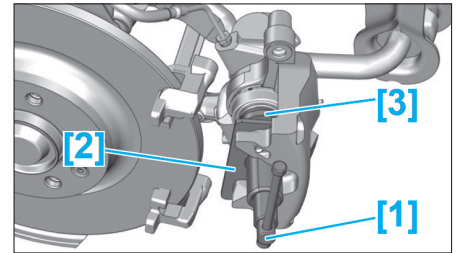
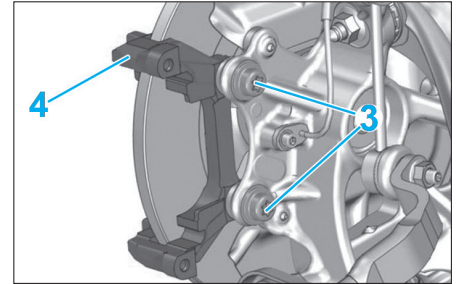

Fig. 17
Fig. 25
- Repousser complètement le piston de l'étrier (sens horaire) à l'aide des outils [1], [2] et [3] (Fig.17).
- les vis (3) (Fig.25),
- le support d'étrier de frein (4).